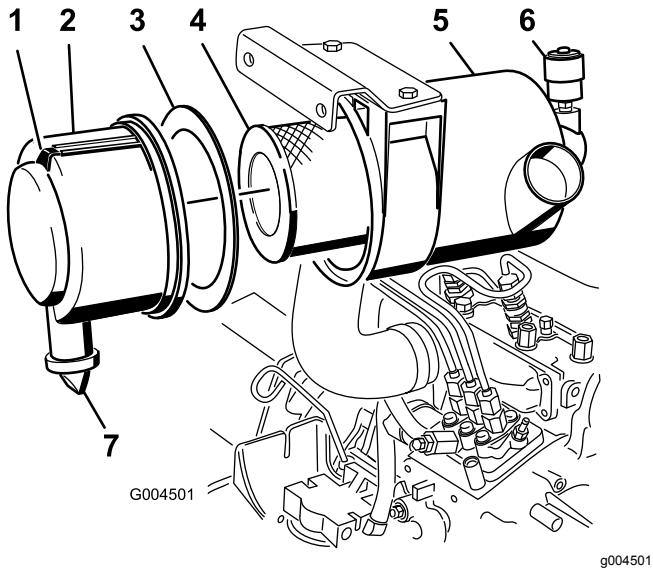

Figura 64
3. Efetue manutenção do filtro de ar quando o indicador do filtro de ar (Figura 64) ficar vermelho ou a cada 400 horas (com maior frequência em condições de trabalho muito sujas ou poeirentas).
4. Retire e substitua o filtro primário (Figura 64).
6. Certifique-se de que a junta de espuma está no lugar na tampa e de que não está rasgada nem danificada (Figura 64).
- A. Retire a borracha da tampa da válvula de saída (Figura 64).
10. Reinicie o indicador (Figura 64) se este se apresentar vermelho.
1. Puxe o trinco para fora e rode a cobertura do filtro de ar no sentido contrário ao dos ponteiros do relógio (Figura 64).
2. Retire a cobertura do corpo do filtro de ar (Figura 64).